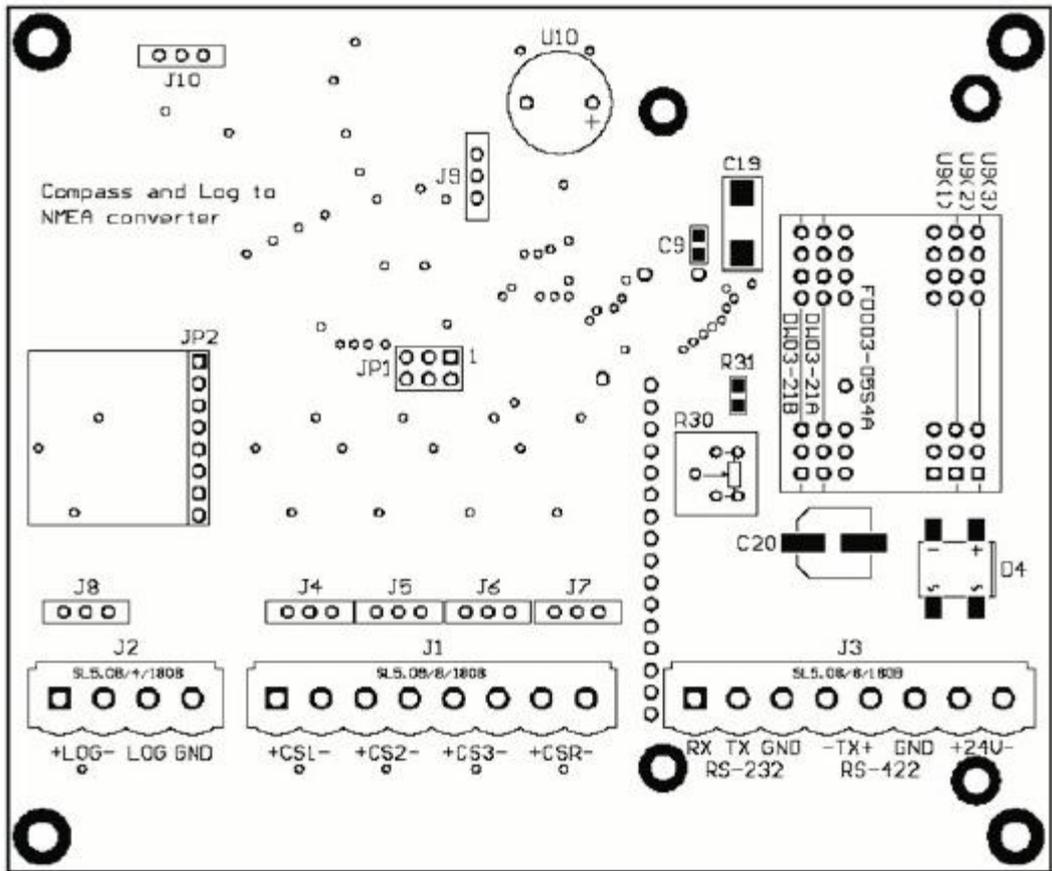

Рисунок 3 - Расположение клемм на печатной плате ADPC-101
1. При подводе жил рекомендуется снять верхнюю часть клеммной колодки и, сохраняя ориентацию снятой части, поочередно подсоединить подведенные провода к клеммным колодкам прибора, как указано на схемах подключения (Рисунок 3).
Размещение колодок на плате и назначение клемм смотрите Рисунок 3.